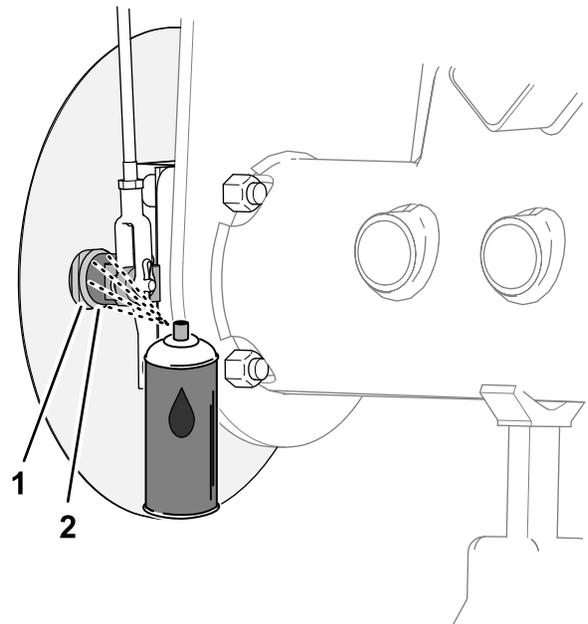
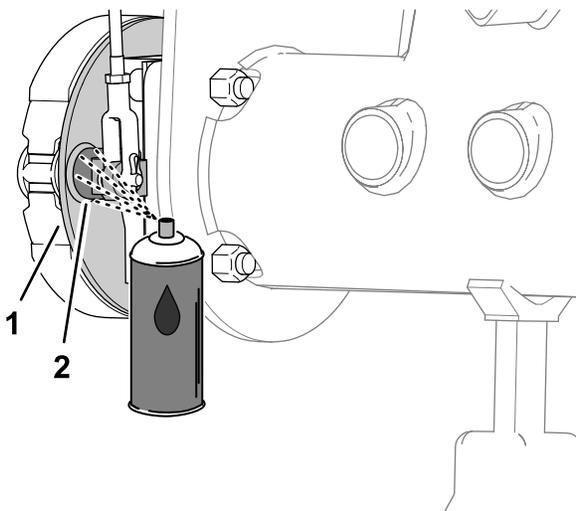

Figura 69
Figura 68
1. Sul lato interno della piastra di appoggio del freno (macchine senza deflettore dell'erba dei cerchi delle ruote opzionale) o del deflettore delle ruote (macchine con deflettore dell'erba dei cerchi delle ruote opzionale), spruzzate olio penetrante tra l'albero a camme del freno e la piastra di appoggio (Figura 68 o Figura 69).